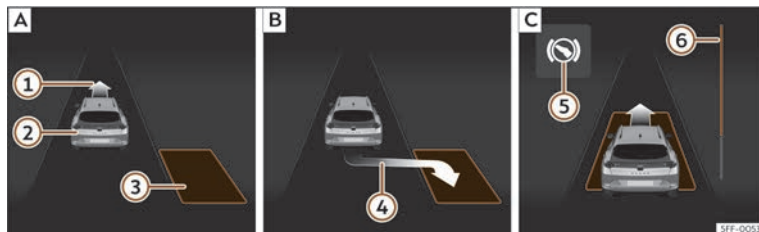
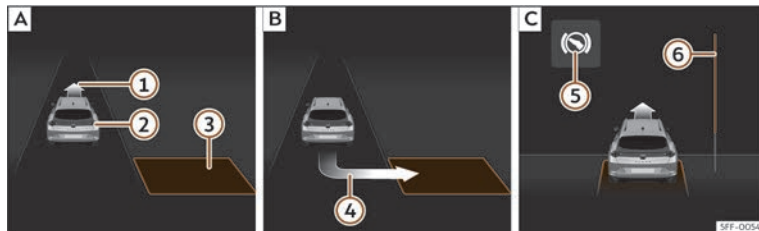

Fig. 152 Na pantalla do cadro de instrumentos: aparcar en liña. **[A]**: Buscar un oco de estacionamento. **[B]**: Posición para aparcar. **[C]**: Manobrar.
Fig. 153 Na pantalla do cadro de instrumentos: aparcar en batería. **[A]**: Buscar un oco de estacionamento. **[B]**: Posición para aparcar. **[C]**: Manobrar.
aparcar >>> **fig. 152 [B]** ou >>> **fig. 153 [B]**. O espazo considerárase “axeitado” se na pantalla do cadro de instrumentos aparece a indicación de aparcar ④.
- Retroceda ata que soe o sinal continuo do ParkPilot; **OU BEN:** retroceda ata que na pantalla do cadro de instrumentos apareza a indicación de dar marcha adiante >>> **fig. 152**  ou >>> **fig. 153** ; **OU BEN:** retroceda ata que na pantalla do cadro de instrumentos apareza a mensaxe **Park Assist finalizado**. A barra de progreso  indica a distancia que hai que percorrer.
- Vaia marcha adiante ata que soe o sinal continuo do ParkPilot; **OU BEN:** vaia marcha adiante ata que na pantalla do cadro de instrumentos apareza a indicación de dar marcha atrás. O sistema de aparcamento asistido dirixe o vehículo marcha adiante e marcha atrás ata centralo no espazo >>> **fig. 152**  ou >>> **fig. 153** .
A barra de progreso >>> **fig. 152**  e >>> **fig. 153**  amosa simbolicamente na pantalla do cadro de instrumentos a distancia relativa que aínda queda por percorrer. Canto maior sexa a distancia, máis chea está a barra de progreso. Ao circular marcha adiante, o contido da barra de progreso diminúe cara arriba e, ao circular marcha atrás, diminúe cara abaixo.